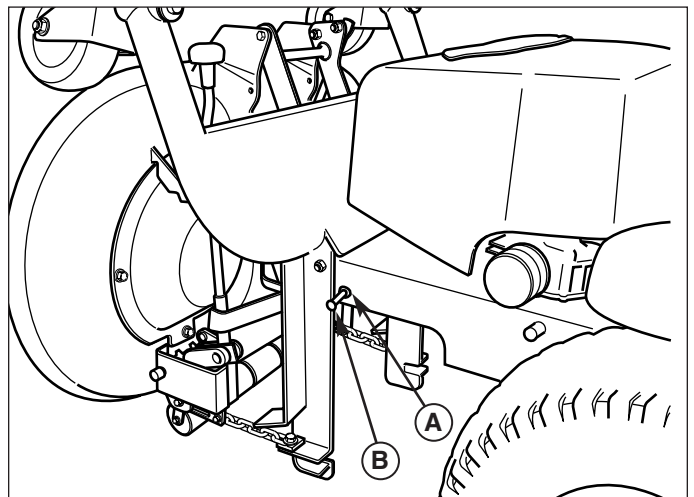

Figure 7. Accès à la plate-forme de tondeuse
5. Sortir de dessous le châssis la plate-forme de tondeuse en la faisant pivoter et la maintenir en place (voir la Figure 7).
6. Insérer les goupilles et les clips (B, Figure 7) dans les trous de sécurité (A) du châssis juste derrière la charnière de pivot.
1. Maintenir la plate-forme de tondeuse en place et enlever les goupilles clevis (B, Figure 7) des trous de sécurité (A).